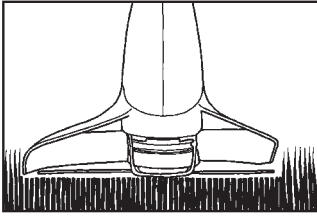

Fig. 4-2A
1. **TRIMMING / MOWING** (Fig. 4-2A) . Swing trimmer with a sickle-like motion from side to side. Do not tilt the stringhead during the procedure. Test area to be trimmed for proper cutting height. Keep stringhead at same level for even depth of cut.
1. **COUPE ET TONTE** (Fig. 4-2A) . Utiliser un mouvement de balancement latéral semblable à celui d'une faux. Ne pas incliner la tête pendant cette opération. Faire un essai sur la partie à tondre pour vérifier la hauteur de coupe. Garder la tête de coupe à une hauteur constante pour obtenir une tonte uniforme.
1. **CORTADOR DE PASTO** (Fig. 4-2A) . Columpie la unidad de lado a lado. No incline el cabezal en este movimiento. Haga una prueba para definir la altura de corte. Mantenga el cabezal a una misma altura para un corte parejo.